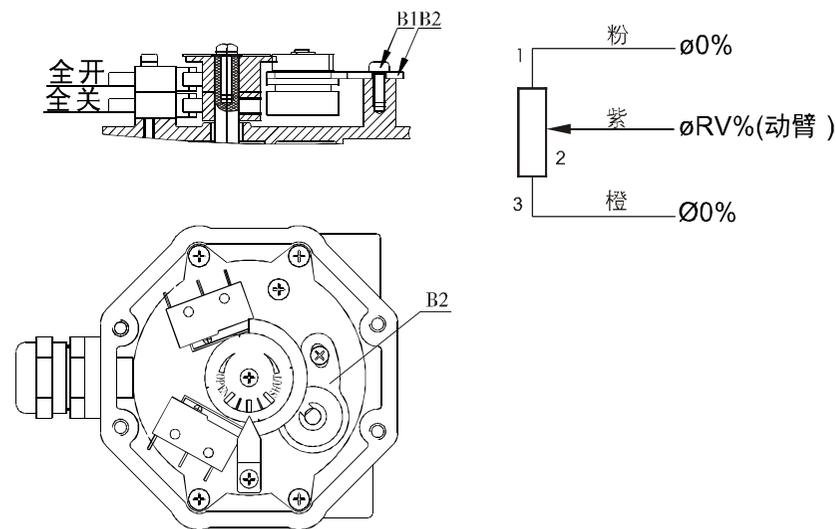

图 1
- 4、如图1，用万能表测量电位器始端和终端间电压（电位器白色引出线灰色引出线之间），并记下该电压值V。
- 5、将万用表两笔分别接在电位器动臂（电位器棕色引出线）和另外任意一端上，缓缓转动电位器齿轮，观察万用表读数，当电压值为 $V/2 \pm 0.1V$ 时，停止调整并施加适度的外力使开度齿轮和电位器齿轮恢复啮合好（如需微调可如图1箭头方向微量调整支架板组件），然后锁紧螺钉B1。